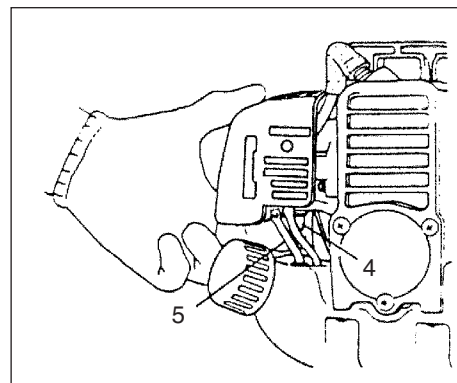

Fig. 2-2C
* Trykk på sugepumpeboblen (4) flere ganger slik at brennstoff flyter gjennom boblen eller returrøret. (Hvis utstyrt slik) (fig. 2-2C)